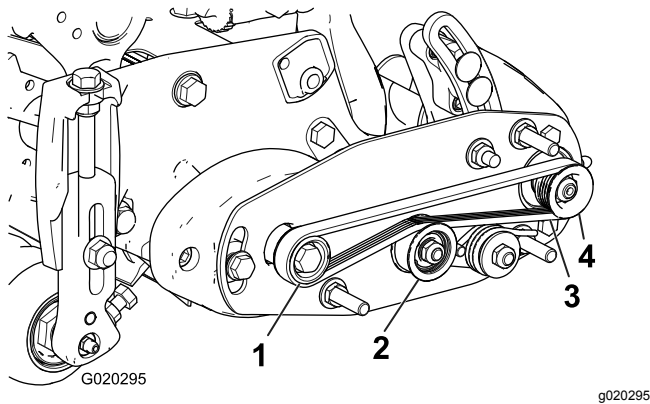
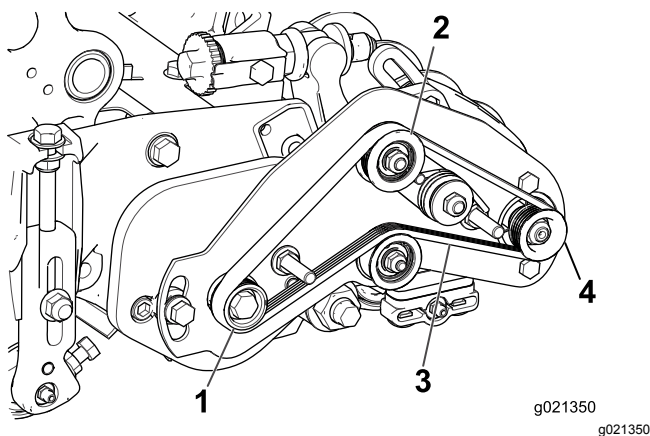

Figure 21
Figure 22
- Passez la courroie autour de la poulie **d'entraînement** puis sur le dessus de la poulie de tension (Figure 21 et Figure 22).
- Installez la courroie sur la poulie **menée** (Figure 21 et Figure 22).